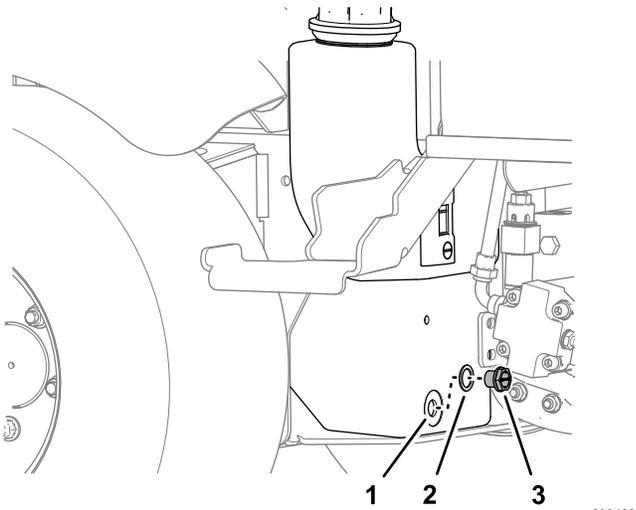

図 72
- 油圧タンクの下にドレンパンを合わせ、タンクのドレンプラグを取り外し、作動油を完全に排出する(図 72)。